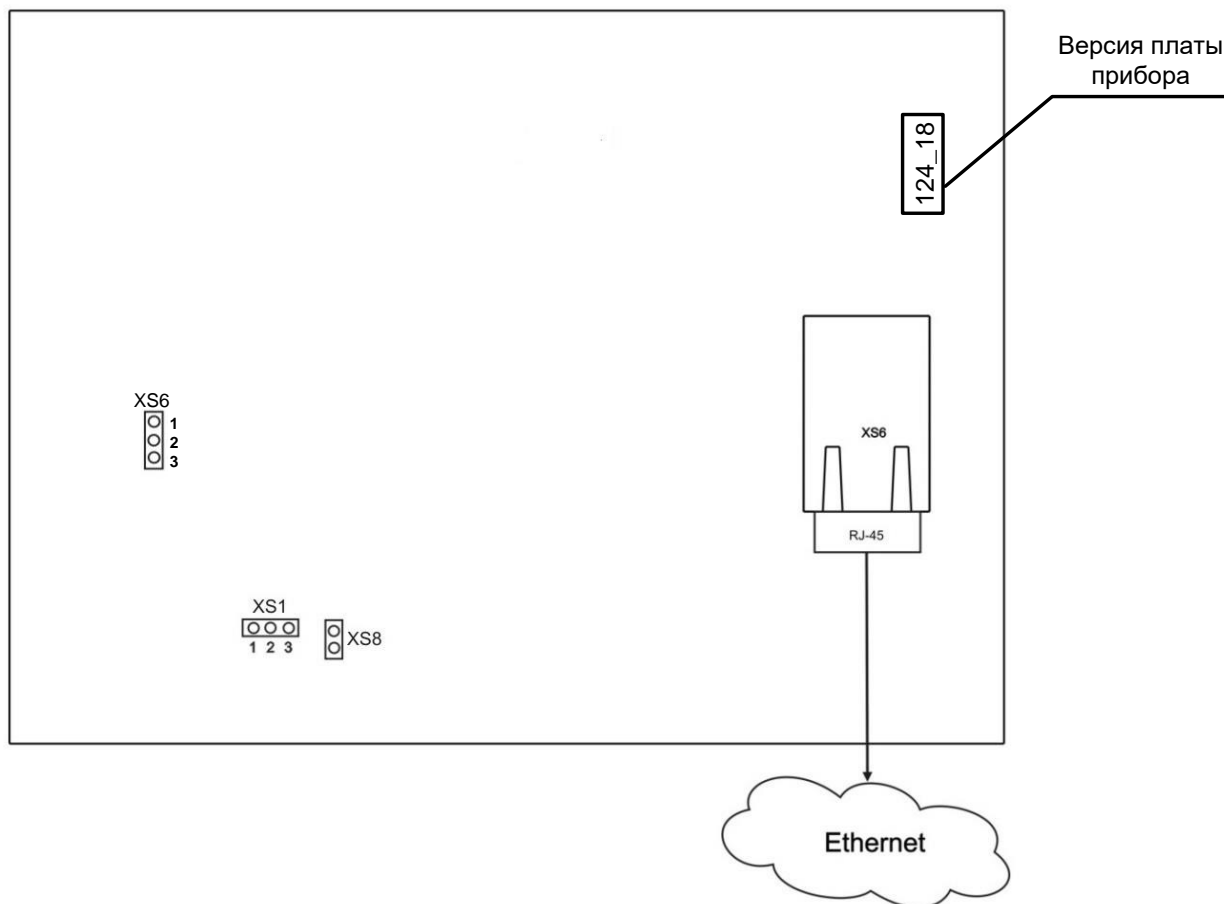

Рисунок 38 – Схема подключения прибора версии Приток-А-КОП-02. Тыльная сторона
**C1** – конденсатор керамический выводной 0,068 мкФх50В (R15-X7R-0,068мкФ). Устанавливается на клеммной колодке приборов с версией платы до 124.17 (см. рисунок 38).